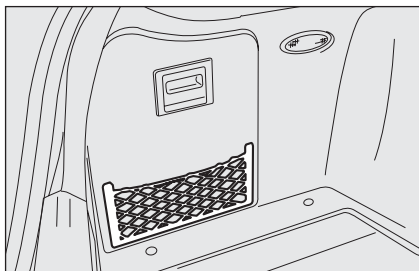

fig. 13
- **fig. 13** - versione con sportello laterale (per versioni/mercati, dove previsto)